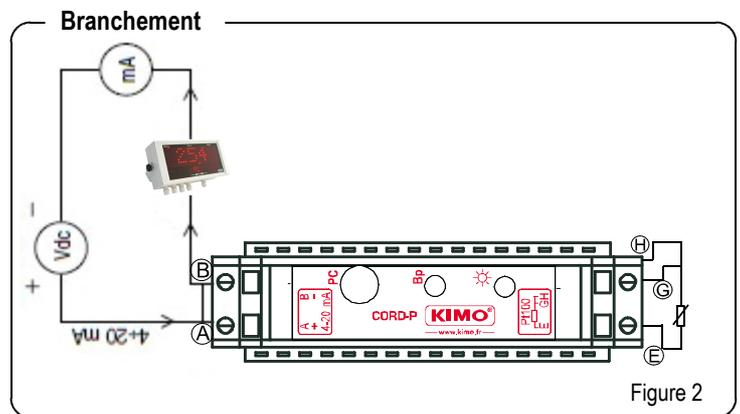

Figure 2
La **figure 2** montre le diagramme de branchement du convertisseur dans la boucle de courant. Pour obtenir une meilleure précision, utiliser 3 fils de même section pour faire le branchement à la Pt100 car ceci garantit la même impédance dans chaque branche. Un dispositif peut être introduit dans la boucle de courant comme un afficheur, un contrôleur ou un enregistreur.
- Brancher le convertisseur à configurer à la source d'alimentation à l'ampèremètre et au calibrateur Pt100 (voir figure 2) puis faire un appui long sur la touche de configuration du convertisseur. La led clignote 2 fois durant l'appui. Lorsque le clignotement devient rapide, relâcher le bouton : le mode programmation est activé.